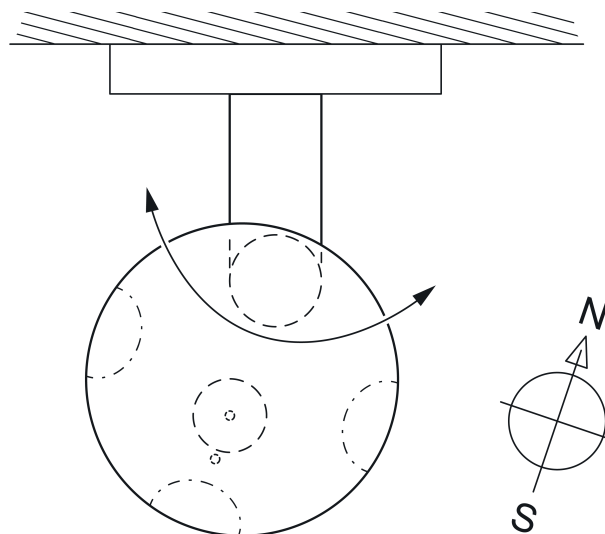

Bild 6: Wetterstation ausrichten
- Sensorkopf nach Himmelsrichtung oder – je nach den detaillierten Verhältnissen vor Ort – nach Fassadenausrichtung ausrichten (Bild 6).